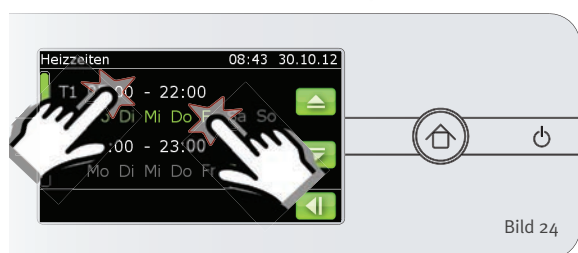

Bild 24
4. Tippen Sie auf die Uhrzeit neben dem gewünschten Programm (Bild 24). Eine Zahlentastatur für die Eingabe der Uhrzeit wird geöffnet. Geben Sie die gewünschte Uhrzeit ein und bestätigen Sie die Eingabe mit OK.
5. Wählen Sie nun die Wochentage aus, an denen die Heizzeiten verwendet werden sollen. Aktive Tage werden dabei grün markiert (Bild 24).